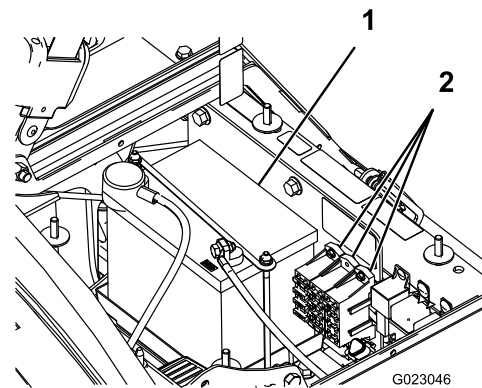

Figura 48
Existem 2 blocos de fusíveis e 1 ranhura vazia no sistema eléctrico. Encontra-se debaixo do banco (Figura 48).
2. A bateria encontra-se no lado direito da máquina por detrás da bomba (Figura 48).
5. Retire as fixações e os fechos da bateria (Figura 48).
2. Coloque a fixação da bateria, assim como os fechos que retirou anteriormente (Figura 48).
4. Coloque a cobertura da bateria e aperte-a com os 2 manípulos (Figura 48).
1. Desaperte os manípulos na parte lateral da caixa da bateria e retire a cobertura da bateria (Figura 48).